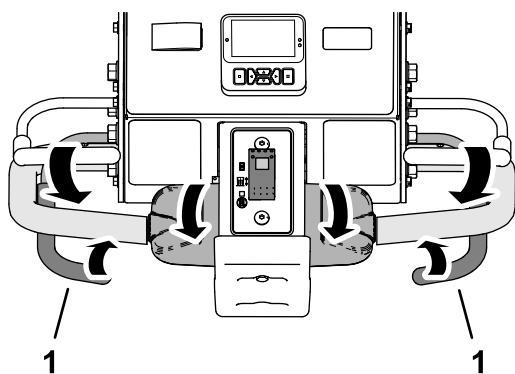

Figura 83
3. Pe măsură ce anvelopa din față se rostogolete peste perimetrul zonei de aerare, închidei maneta de aerare din stânga sau din dreapta (Figura 83).